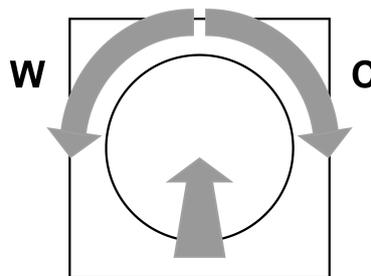

Figura 2
Al memorizar la temperatura de color, hay que tener en cuenta que el último giro del botón pulsado (véase figura 2) para el color de luz más cálido debe realizarse hacia la izquierda (W) y hacia la derecha para el color de luz más frío (C).
- Girar el botón pulsado hacia la izquierda (W), hasta alcanzar el color de luz más cálido deseado y mantener en esta posición durante más de 10 segundos.